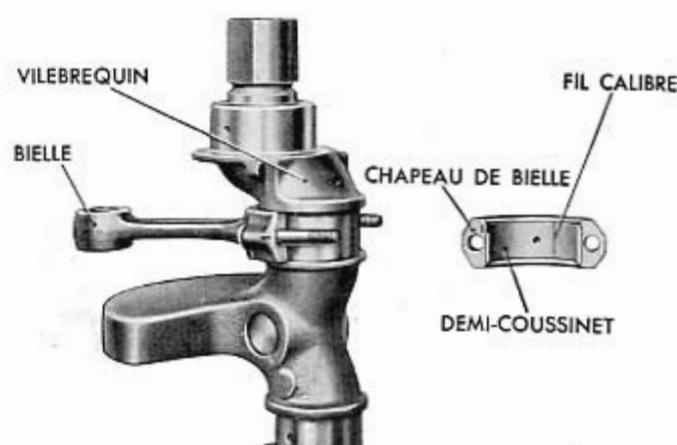

Fig. 40 - Aménagement du fil calibré pour la vérification du jeu entre les demi-coussinets de bielle et les manetons.
- placer sur le demi-coussinet du chapeau de bielle, en position parallèle à l'axe longitudinal du vilebrequin, un bout de fil calibré type PG-1 ayant une longueur égale à la largeur du coussinet (fig. 40);